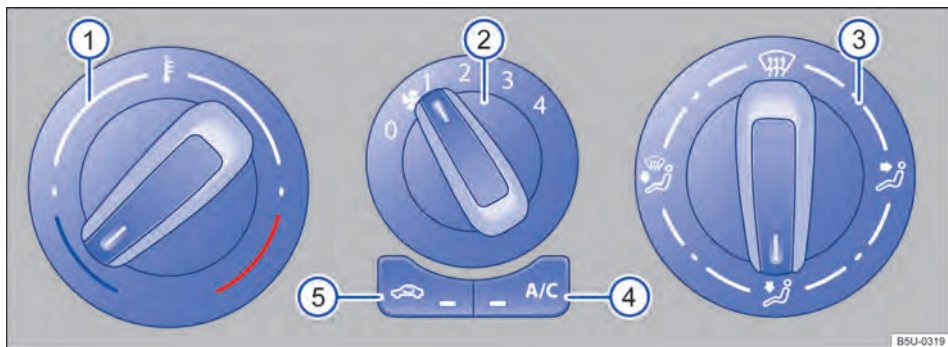

Fig. 72 Comandos do ar-condicionado.
- *Ar-condicionado*: girar o regulador do ventilador para o nível 0 → Fig. 72 (2).
- *Ar-condicionado*: girar o regulador rotativo esquerdo → Fig. 72 (1) para regular a respectiva temperatura.
- *Ar-condicionado*: girar o regulador do ventilador → Fig. 72 (2).
- *Ar-condicionado*: girar o regulador da direita → Fig. 72 (3) para posição desejada.
- Girar o botão da distribuição de ar → Fig. 72 ③ para a posição 🌀, nesta posição o modo de recirculação de ar é automaticamente desligado.
- Girar o botão do ventilador ② no nível 3 ou 4.
- Girar o botão da temperatura ① para a posição desejada.